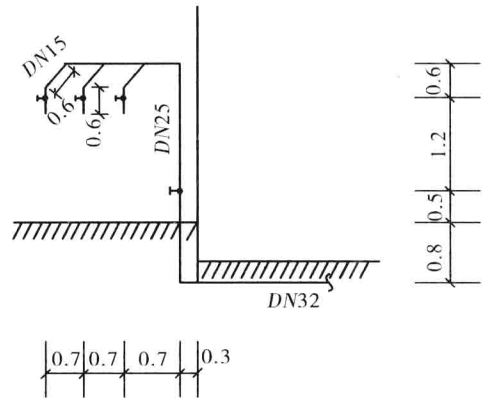

图1-3 室内某给水系统图
**【例3】** 如图1-3所示为室内一给水系统图,试计算其工程量。
(1) 管道工程量: